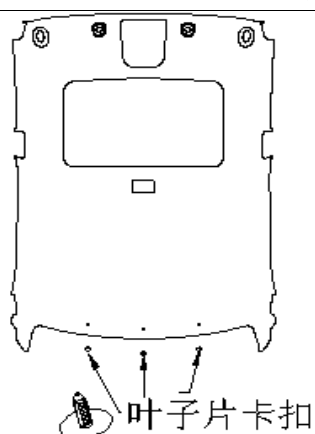

图 1.12.1 顶棚拆卸示意图
①、所有拆装必须十分清楚产品结构，避免在拆卸中出现意外情况；
②、所有用一字螺丝刀撬开的操作必须在螺丝刀头缠柔性胶带以避免损伤产品表面。
③、顶棚的拆卸和安装按步骤（1）、（2）进行；
(2)、找到顶棚后部的 3 个安装卡扣的位置（见上图 1.12.1），用一字螺丝刀将其从顶盖上撬脱，即可卸下顶棚。